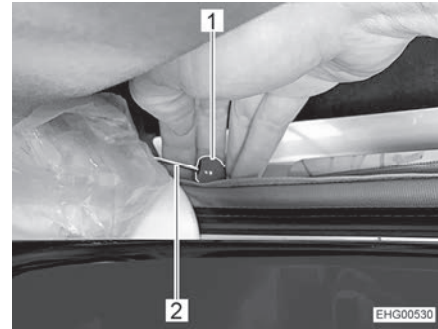

Fig. 60 Sbloccaggio di emergenza
- Tirare il pulsante rosso (Fig. 60,1) della fune (Fig. 60,2) sui due lati.